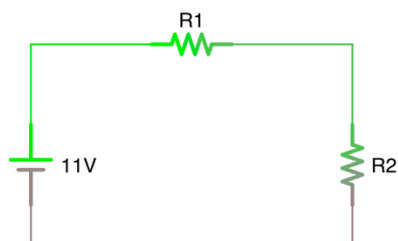

Figura 1
De acuerdo a su diseño particular, las fuentes de energía pueden proporcionar un potencial de salida fijo (diferencia de potencial entre sus terminales), o un potencial de salida regulable; sean éstas de corriente directa o de corriente alterna. En la figura 1 se presenta una fuente de energía que combina las variedades antes mencionadas.
3. Apague la fuente de energía y con las resistencias utilizadas en la parte A, proceda a construir el siguiente circuito: (Figura 1):